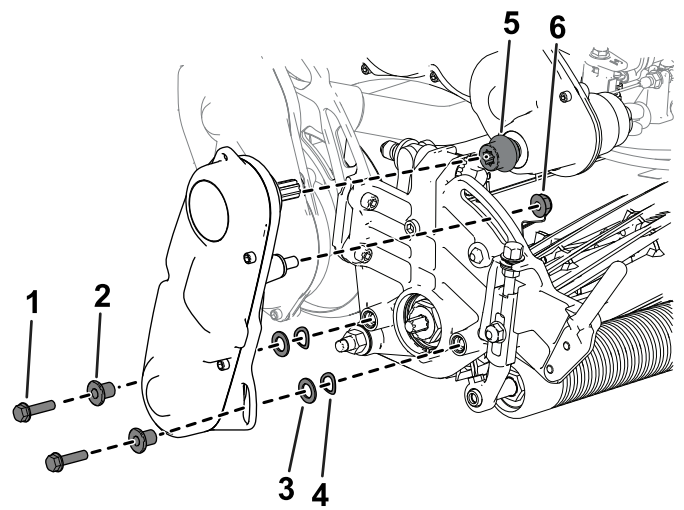

Figura 47
6. Utilice los tornillos allen, las arandelas y los espaciadores que retiró anteriormente para sujetar el conjunto de transmisión del molinete a la placa lateral de la unidad de corte (Figura 47).
Asegúrese de que el árbol del conjunto de transmisión del molinete está instalado en el acoplamiento del árbol de la transmisión (Figura 47).